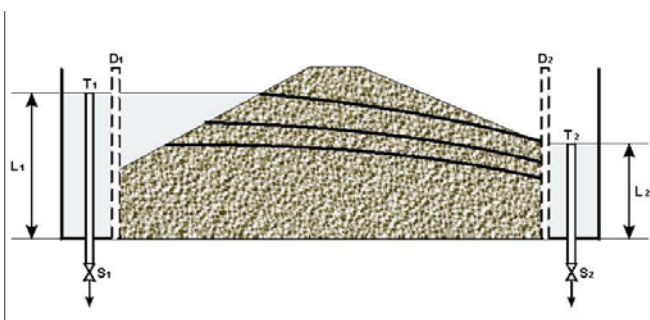

Fig. 3 - Flusso attraverso diga in terra
- Flusso attraverso diga in terra (fig. 3)